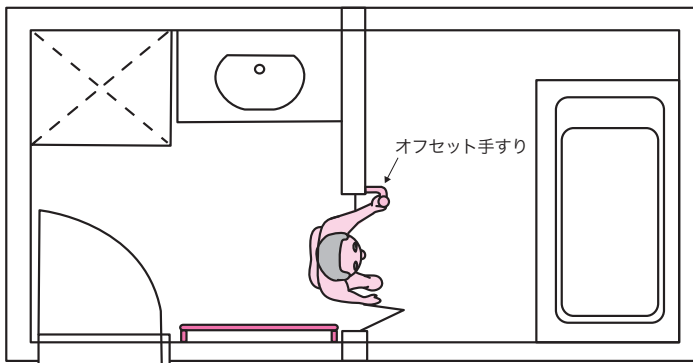

図 7-5 オフセット手すりと脱衣室側の横手すりとの併用
- 脱衣室壁面の手すり（縦手すりあるいは横手すり）などを同時に設置する必要があります。（図 7-5）このオフセットの手すりをもって、段を降りる際には有効に利用できますが、正面を向いて段を昇る動作では手すりが身体の後方になるため適切な位置ではありません。